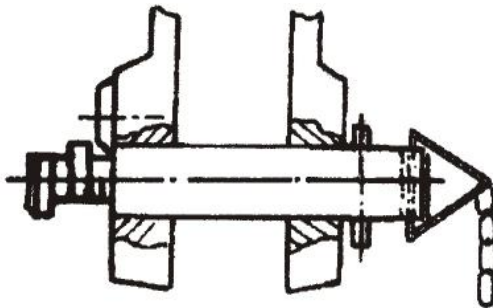

Abb. 2. Drehen und drücken Sie die feste Achse zweimal und lassen Sie sie in den zweiten Tunnel einfahren
2. Anker: Die feste Achse dient zum Verankern des Seils um die Hebevorrichtung. Verbinden Sie das Drahtseil oder den Aufhänger mit dem festen Seil und binden Sie das andere Ende an die Last, Masten usw. an. Auf der festen Achse befindet sich ein Tunnel zum Schutz vor Entspannung. Wenn die feste Achse in das Hebezeuggehäuse eingesetzt ist, muss sie zweimal zum zweiten Tunnel gedreht werden, bis sie festgeklemmt ist (Abb. 2).